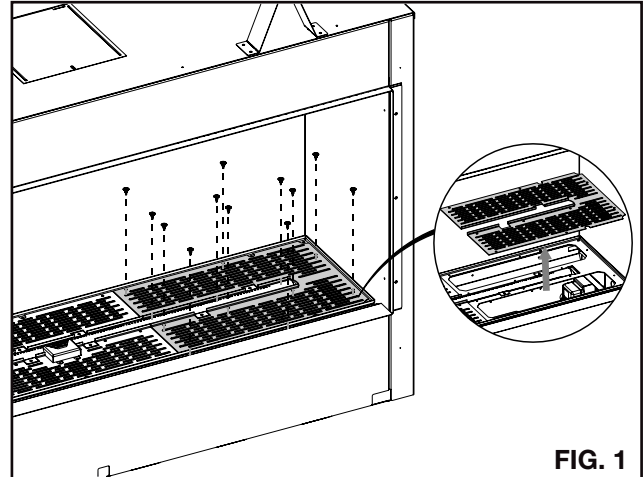

FIG. 1
1. Ajustez le support pour l'aligner avec le matériau de finition (FIG. 1).
4. Retirez les vis qui fixent le panneau d'accès droit et soulevez-le hors de l'appareil. (FIG. 1)